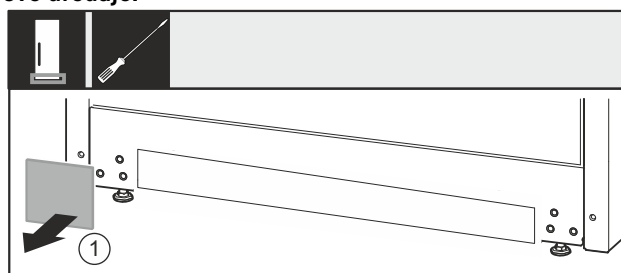

Fig. 36
- Skinite poklopac Fig. 36 (1).